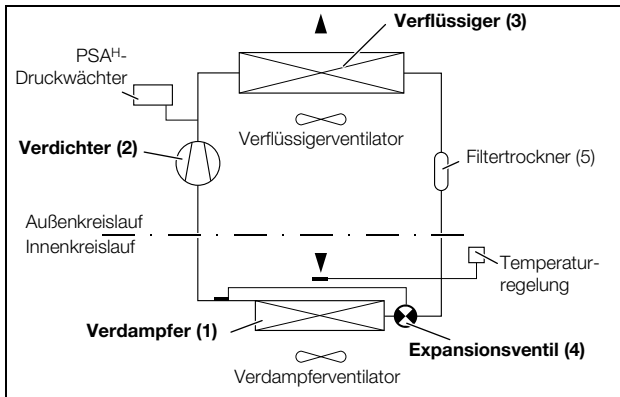

Abb. 3: Kältekreislauf
Das Kühlgerät (Kompressionskälteanlage) besteht aus den vier Hauptbestandteilen (vgl. Abb. 3): Verdampfer (1), Kältemittelverdichter (Kompressor) (2), Verflüssiger (Kondensator) (3) sowie dem Regel- bzw. Expansionsventil (4), die durch Rohrleitungen miteinander verbunden sind.